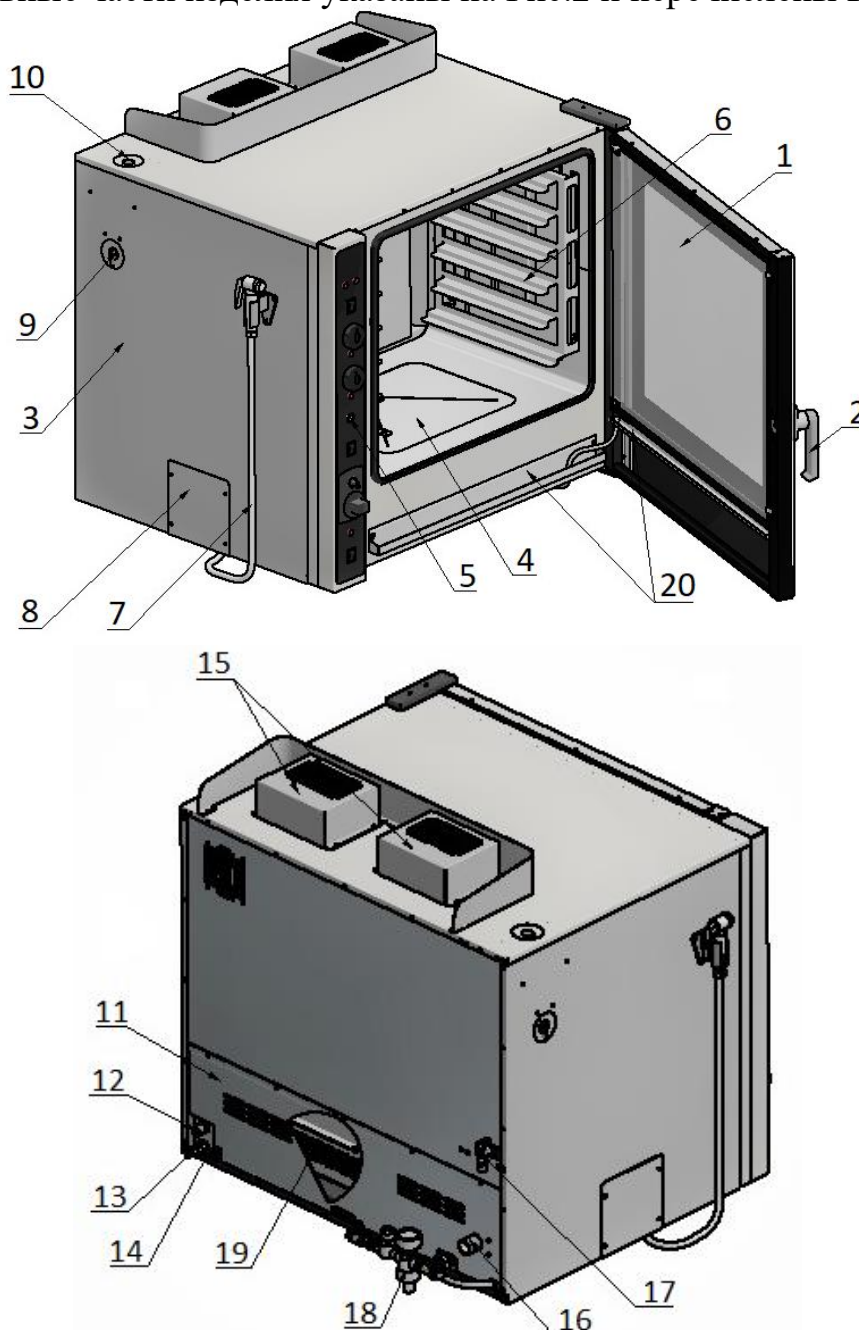
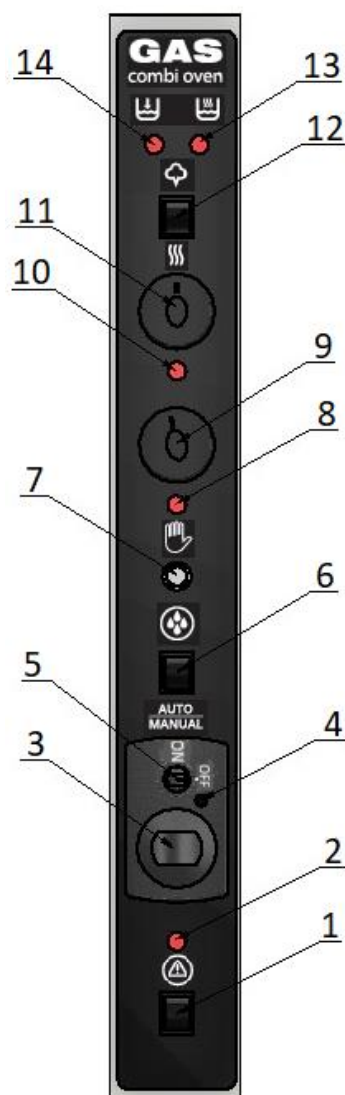
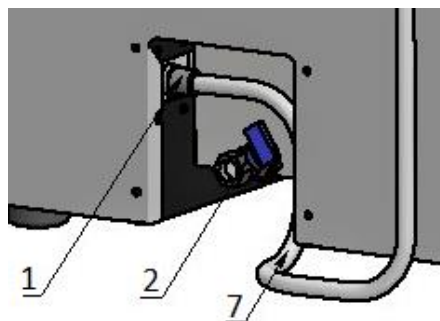

Рис.2
Рис.3
Рис.4
- 1.21 Все работы по устранению неисправностей и ремонту печи должны выполняться лицами, имеющими право на проведение таких работ. Обслуживание горелки (Поз.19, Рис.2) осуществляется при снятии задней стенки (Поз.11, Рис.2) корпуса (Поз.3, Рис.2)
- загоразивать вытяжку для выхода продуктов сгорания (Поз.15, Рис.2).
6.6 Основные части изделия указаны на Рис.2 и перечислены в Таблице 3.
6.5 Элементы управления указаны на Рис.3 и перечислены в Таблице 4.
- 7.5 Оборудование должно устанавливаться в хорошо проветриваемом помещении и обеспечиваться вытяжкой типа «зонт» (в соответствии с общими указаниями (Пункт 2.9, стр.5)) для отвода тепла и продуктов горения от вытяжки (Поз.15, Рис.2).
- 7.6 Подсоединение заземления корпуса пароконвектомата к заземляющему контуру помещения осуществляется согласно ГОСТ 27570.0-87 с помощью болта заземления (Поз.14, Рис.2)
- 7.7 Электрошнур (ПВС 5х2,5) (Поз.13, Рис.2) печи подключить к электрической сети 380В.
- 7.8 Снять заглушку подвода газа. Газовая труба присоединяется к выводу с наружной резьбой G1/2, находящемуся на задней стенке печи (Поз.12, Рис.2).
- 7.10 Присоединить сливной патрубок пароконвектомата (Поз.16, Рис.2) к канализационной сети.
- 7.11 Во избежание потери пара, убедиться, что кран воронки для промывки парогенератора (Поз.9, Рис.2) закрыт.
- 7.14 Подсоединить душ (Поз.7, Рис.4) к патрубку (Поз.1, Рис.4) предварительно сняв лючок (Поз.8, Рис.2).
8.1 Включить электрическую сеть с помощью клавиши (Поз.1, Рис.3). О наличии питания свидетельствует включенная подсветка камеры и работа вентиляторов.
8.4 С помощью клавиши (Поз.12, Рис. 3) выбрать режим приготовления: конвекция (пароконвекция) или чистый пар.
Розжиг основной горелки (Поз.19. Рис.2) пароконвектомата осуществляется от запальной горелки (пилота).
- Для включения запальной горелки необходимо повернуть ручку выбора режимов (Поз.5, Рис.3) против часовой стрелки в положение ON. Нажать и удерживать, чтобы электронный розжиг зажег запальную горелку (пилот). В момент возгорания запальной горелки, загорается сигнальный индикатор (Поз.4, Рис.3), свидетельствующий о наличии пламени на пилотной горелке. После возгорания пилота следует удерживать ручку нажатой 15-20 секунд, после чего отпустить, в этот момент сигнальный индикатор (Поз.4, Рис.3) начинает мигать, что говорит об устойчивом горении запальной горелки. Если пилот не разгорелся, верните ручку в исходное положение и повторите операцию.
Внимание! Выключение сигнального индикатора (Поз.4, Рис.3) в процессе работы пароконвектомата свидетельствует о затухании запальной горелки. В этом случае следует немедленно перевести ручку выбора режимов (Поз.5, Рис.3) в положение Off и провести повторный розжиг.
- Для розжига основной горелки и выхода на требуемую рабочую температуру необходимо установить ручку терморегулятора (Поз.3, Рис.3) в нужное положение (Таблица 5).
- Для отключения горелки необходимо повернуть ручку выбора режима (On-Off) (Поз.5, Рис.3) в положение Off.
8.5 Функция «Пароувлажнение» может осуществляться двумя способами, ручным и автоматическим. Выбор режима пароувлажнения осуществляется клавишей (Поз.6, Рис.3).
- Автоматическая подача воды осуществляется с помощью регулятора автоматической подачи воды (Поз.9, Рис.3). Крайнему левому положению ручки регулятора характерен впрыск воды продолжительностью 2с каждые 10 мин. Крайнему правому положению ручки регулятора характерен впрыск воды продолжительностью 2с, с частотой 1 мин. В момент использования функции «Пароувлажнение» горит сигнальный индикатор (Поз.8, Рис.3), свидетельствующий о подаче воды в камеру пароконвектомата.
- Если использование данной функции в автоматическом режиме не требуется, следует перевести клавишу (Поз.6, Рис.3) в положение ручного режима пароувлажнения (MANUAL). Ручная подача воды осуществляется, по мере необходимости увлажнения в камере, с помощью кнопки (Поз.7, Рис.3). Подавать воду необходимо импульсами в течение не более 2-3 секунд.
- 8.6 При открывании двери (Поз.1, Рис.2) с помощью ручки (Поз.2, Рис.2) для загрузки или выгрузки рабочей камеры пароконвектомата (Поз.4, Рис.2) останавливается работа вентиляторов и прекращается работа основной горелки, в этот момент загорается сигнальный индикатор (Поз.2, Рис.3), свидетельствующий об отсутствии подачи газа на основную горелку. После закрывания двери осуществляется автоматическое включение вентиляторов и автоматический розжиг основной горелки.
- При переключении клавиши (Поз.12, Рис.3) в режим чистого пара вентиляторы камеры останавливаются и оборудование обеспечивает функцию пароварки. ТЭНы парогенератора преобразуют находящуюся в нем воду в пар, который поступает в рабочую камеру. О работе ТЭН парогенератора свидетельствует сигнальный индикатор (Поз.13, рис.3). При понижении уровня воды ниже допустимого, ТЭНы парогенератора автоматически отключаются, гаснет индикатор работы ТЭН парогенератора (Поз.13, Рис.3) и загорается индикатор подачи воды в парогенератор (Поз.14, Рис.3).
- 8.7 Функция «Таймер» (Поз.11, Рис.3) позволяет задать необходимое время приготовления (в пределах 120мин), по окончании которого прозвучит звуковой сигнал, свидетельствующий об окончании заданного времени. При включении функции «Таймер» загорается сигнальный индикатор (Поз.10, Рис.3), свидетельствующий о работе таймера.
- 8.8 Печь снабжена устройством защиты, которое срабатывает в случае повышения температуры в камере выше 320°C, вызванного серьезной неисправностью, в результате этого прекращается подача газа на основную горелку и также загорается сигнальный индикатор (Поз.2, Рис.3).
- ежедневно. В конце работы необходимо произвести тщательную очистку наружных поверхностей от остатков пищи, конденсата, жира и др., используя для этого стандартные средства очистки, не содержащие абразив. Трудноудаляемые пятна очищать специальными средствами по уходу за нержавеющей сталью. После очистки, протереть все поверхности сухой тканью. Для очистки внутренних стенок камеры следует использовать душ (Поз.7, Рис.2), предварительно сняв направляющие (Поз.6, Рис.2) движением вверх. Для очистки двери следует открыть внутреннее стекло. Для удобства очистки ванночек для сбора конденсата (Поз.20, Рис.2) рекомендуется их приподнять и снять с держателей. Не применять абразивные порошки и средства, содержащие агрессивные среды.
- 9.4 Для замены ламп подсветки, необходимо снять направляющие (Поз.6, Рис.2), вывернуть винты и снять рамку со стеклом. Вывернуть лампу и заменить ее новой галогеновой лампой мощностью 150Вт. Завернуть обратно рамку со стеклом.
- 9.5 Периодически следует проверять резиновый уплотнитель на корпусе (Поз.3, Рис.2). В случае износа или повреждения уплотнитель вытянуть из паза и заменить на новый.
- 9.7 При длительном перерыве в работе установки помимо отключения его от сети газоснабжения, электроснабжения, водоснабжения канализации и заземления необходимо слить воду из гидрозатвора. Для этого необходимо снять лючок (Поз.8, Рис.2), затем (используя гибкую сантехническую подводку или емкость) открыть кран слива воды из гидрозатвора (Поз.2, Рис.4). Также необходимо слить воду из парогенератора. Для этого необходимо (используя гибкую сантехническую подводку или емкость) открыть кран слива воды из парогенератора (Поз.17, Рис.2).
- 9.8 Очистку парогенератора от накипи проводить 1раз в 10дней, но не реже 1раза в месяц. Для этого отключить пароконвектомат от электросети. Слить воду из парогенератора через кран слива воды (Поз.17, Рис. 2), после чего закрыть кран. Открыть кран воронки для промывки парогенератора (Поз.9, Рис.2) и залить раствор для удаления накипи в воронку для промывки парогенератора (Поз.10, Рис.2) объемом 4 литра, после чего включить оборудование в режим чистого пара на 20 мин. По истечении времени отключить пароконвектомат от электросети и слить раствор через кран слива воды (Поз.17, Рис. 2).